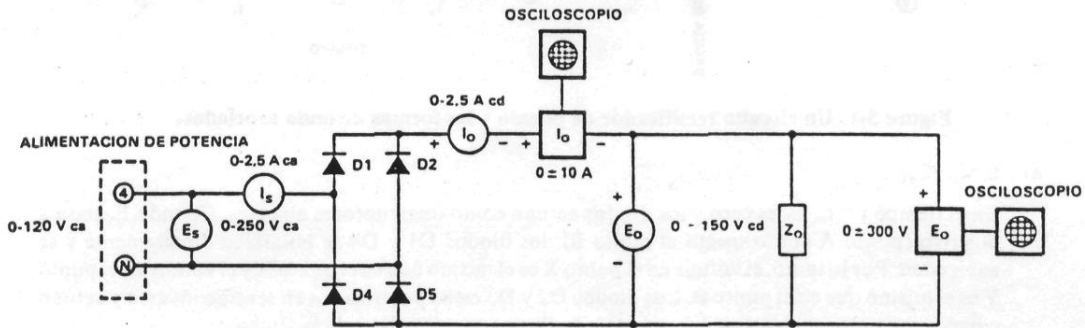

Figura 5-2. Circuito para la observación de las formas de onda de las señales,
1. Disponga el circuito de la Figura 5-2. Utilice una carga resistiva de 60 ohm para Z_0 .